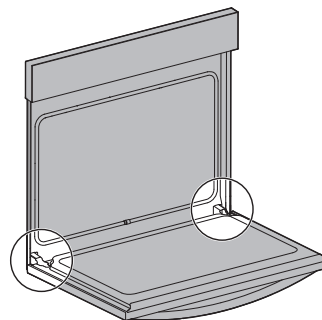

Figure 26: Emplacement de la charnière de la porte
1. Ouvrez complètement la porte du four, parallèlement au sol (Figure 26).
3. Ouvrez complètement la porte du four (parallèlement au sol (Figure 26).
4. Poussez les verrous des charnières de droite et de gauche vers le haut et dans le cadre du four jusqu'à ce qu'ils soient en position verrouillée (Figure 26).